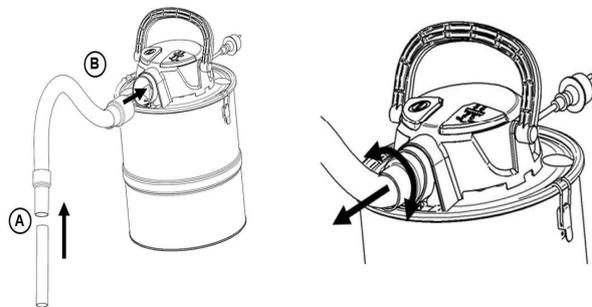

Abb. 6: Saugschlauch montieren/entfernen
Verbinden Sie den Düsenaufsatz (A) mit der Manschette des Saugschlauchs, wie auf Abb. 6 dargestellt. Stecken Sie anschließend die andere Seite des Schlauches in die Einlassöffnung des Staubsaugerdeckels (B).